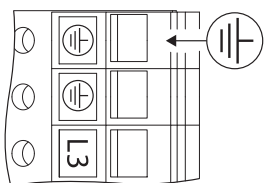

Fig. 29: Zusätzliche Erdung
- Aufgrund des erhöhten Ableitstroms bei Motoren ab 11 kW muss nach EN 61800-5-1:2008-04 zusätzlich eine verstärkte Erdung angeschlossen werden (siehe Fig. 29).